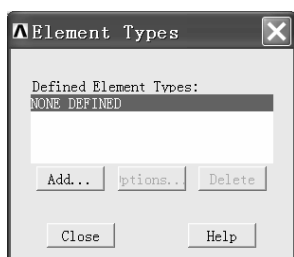

图 3-30 “Element Types” 窗口
(4) 依次选择 Main Menu>Preprocessor>Element Type>Add/Edit/Delete, 弹出“Element Types”窗口(见图 3-30)。单击该窗口中的“Add”按钮,弹出“Library of Element Types”窗口(见图 3-31)。
(5) 在“Library of Element Types”窗口的左边方框中选中“LS-DYNA Explicit”,在右边方框中选中“Thin Shell 163”,再单击“OK”按钮返回到“Element Types”窗口。在“Element Types”窗口中单击“Close”按钮。